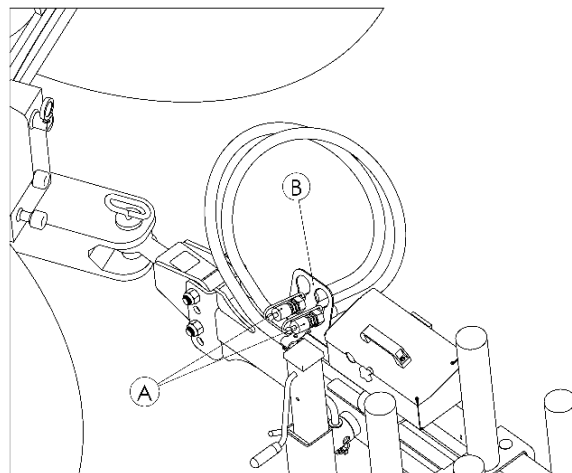

Рисунок 4. Держатель гидравлических шлангов
- Отсоедините силовую гидравлику и закрепите гидравлические шланги в их держателях на дышле обмотчика (**рис. 4 - В**).
Гидравлические соединения всегда должны быть чистыми. Всегда после использования устанавливайте пластиковую крышку, поставляемую вместе с машиной (**Рис. 4 – А**).